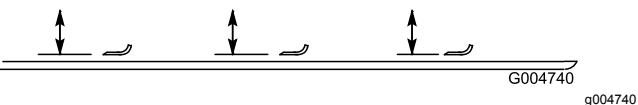

Figura 128
2. Rode a lâmina até que a extremidade fique virada para a frente e para trás e meça entre o interior da plataforma do cortador e a parte cortante na zona dianteira da lâmina (Figura 128).